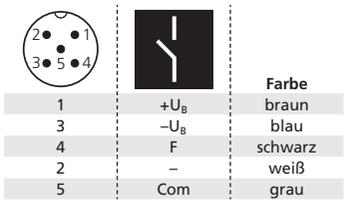

Bild 1: Pinbelegung mit Sicht auf den Sensorstecker und Farbkodierung der microsonic-Anschlusskabel
- Anschlusskabel an den M12-Gerätetecker anschließen, vgl. Bild 1